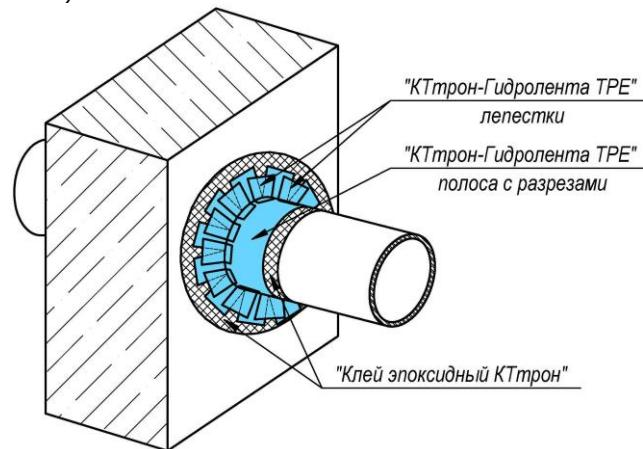

Рис. 9
- Приварить лепестки со сдвигом на половину ширины уже прикленных лепестков, перекрывая их разрезы (Рис. 9).